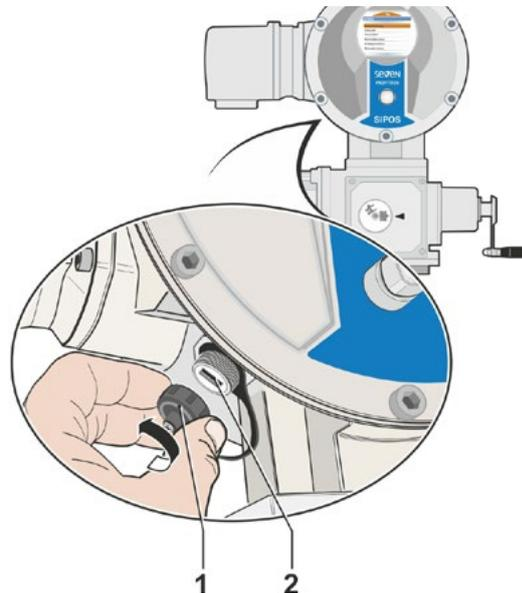

Fig. 1: Conexión USB
1. Desenroscar la caperuza de protección de la conexión de USB (fig. 1, pos. 1) (está asegurada con una cinta de plástico para que no se pierda).
2. Conectar a la conexión USB (pos. 2)